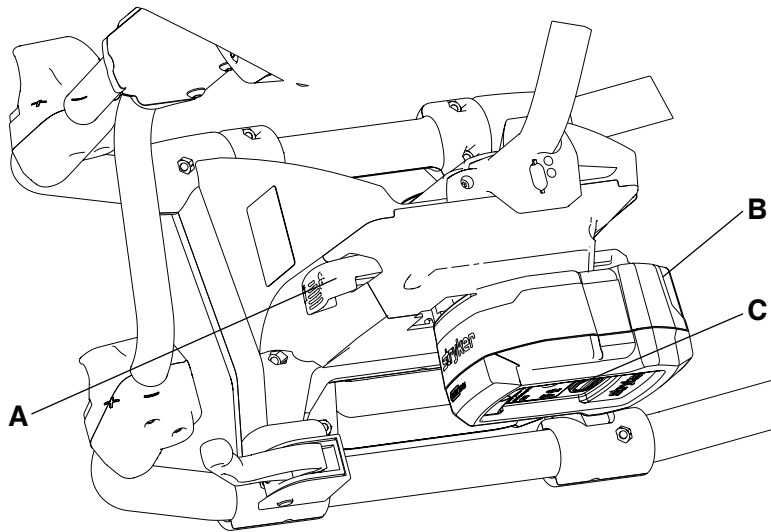

Рисунок 25 – Освобождение батареи
1. Нажмите на красную кнопку освобождения одной рукой (C) или на кнопку освобождения батареи (A) и снимите **SMRT Pak** (B) с каталки (Рисунок 25).